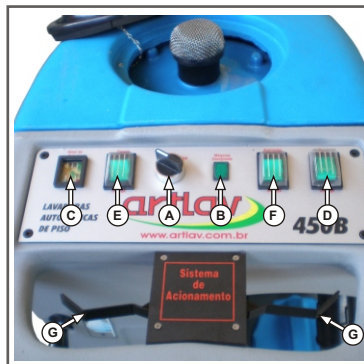

Figura 20
- . Gire a chave seletora para o sentido horário, “posição liga” (**figura 20, letra A**);
- . Verifique se o indicador de máquina energizada acendeu (**figura 20, letra B**), caso afirmativo, todo o sistema elétrico/eletrônico da máquina estará energizado;
- . Verifique se, os Leds do indicador de nível de carga das baterias estão acesos (**figura 20, letra C**), o mínimo tolerado é, quando os Leds amarelo e vermelho estão acesos, caso esteja somente o vermelho colocar as baterias em carga;
- . Acione o interruptor de água “solenóide”, (**figura 20, letra D**).
- . Acione o interruptor de escova (**figura 20, letra E**);
- . Acione o interruptor de aspiração (**figura 20, letra F**), note que, ao fazer isto o motor de aspiração funcionará de imediato;
. Para que, o motor da escova funcione, acione qualquer uma das alavancas da caixa de acionamento (**figura 20, letra G**), note que, ao fazer isto, o equipamento puxará para frente “dependendo do tipo de piso”, esta alavanca, aciona também, a valvula solenóide, quem tem como função “liberar” água/solução no piso.